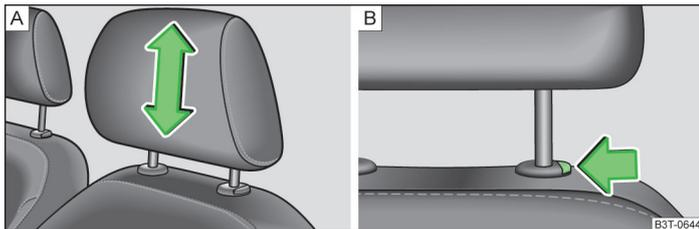

Abb. 51 Kopfstützen: einstellen / ausbauen
- › Die Kopfstütze seitlich mit beiden Händen anfassen und diese je nach Wunsch nach oben schieben » Abb. 51 - **A**.
- › Möchte man die Kopfstütze nach unten verschieben, dann die Sicherungstaste » Abb. 51 - **B** mit einer Hand drücken und gedrückt halten, und mit der anderen Hand die Kopfstütze nach unten drücken.
- › Die Sicherungstaste in Pfeilrichtung drücken » Abb. 51 - **B** und die Kopfstütze herausziehen.